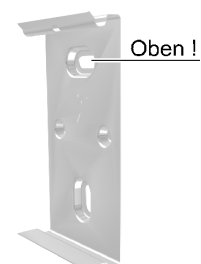

Bild 2: Befestigungsklammer
2. Montieren Sie die Befestigungsklammer. Achten Sie dabei auf die korrekte Ausrichtung der Klammer (siehe Bild 2).